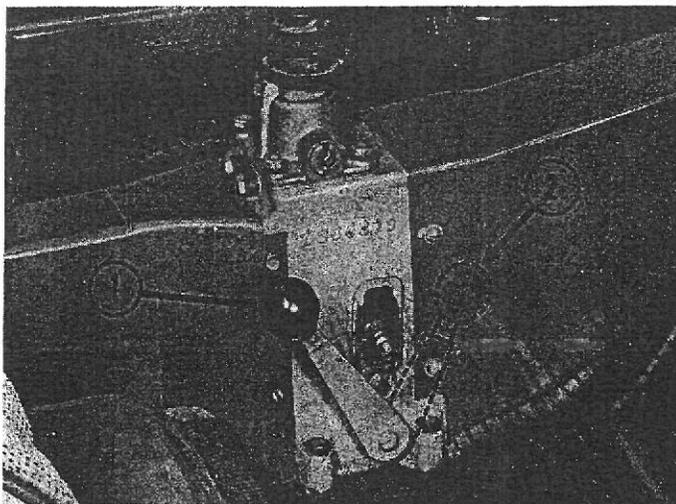

FIG. 4
Mettez le levier de vitesses au point mort. Placez le levier d'accouplement (fig. 4) en position 2, c'est-à-dire vers l'avant. Mettez les moteurs en marche (voir démarrage), débrayez puis passez la 1re, embrayez, votre voiture se trouvera alors actionnée par les deux moteurs.
— placez le levier d'accouplement (fig. 4) en position 1 (vers l'AR).
Mettez votre voiture aussi horizontalement que possible. Mettez le levier d'accouplement en position (2) figure 4, passez une vitesse.